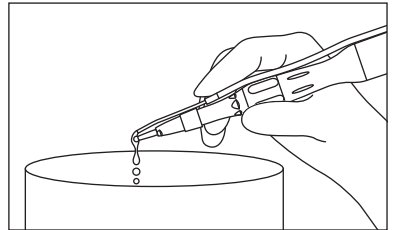

Fig. 6
- 2) Faites fonctionner la pièce à main en laissant écouler de l'eau propre dans le système d'irrigation pendant au moins 20 secondes du côté du fauteuil pour purger la pièce à main des fluides. (Fig. 6)